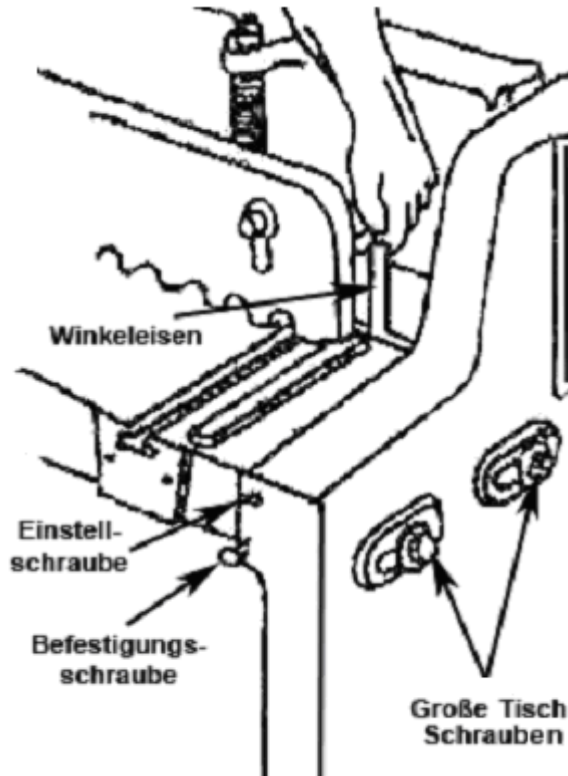

Abb. 1
- Ziehen Sie alle Schrauben wieder an (Abb. 1).